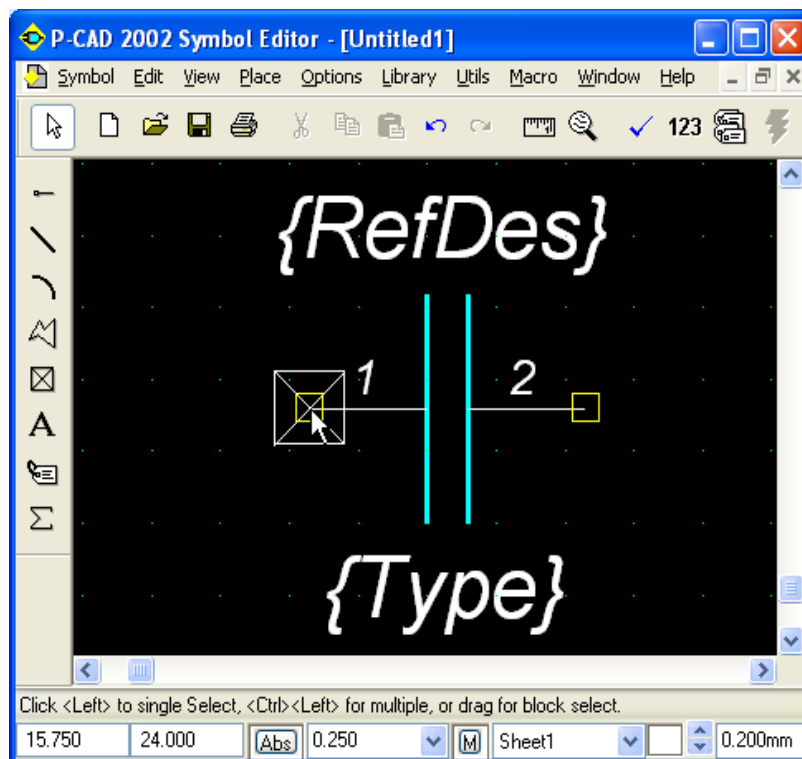

Рис. 4.57 - Окончательный вид УГО конденсатора
- Выполнить команду **Place Attribute** . В появившемся диалоговом окне в области **Attribute Category** выбрать **Component**, а в области **Name** — **RefDes**. Установить стиль текста **Arial3_5Italic**. Выравнивание **Justification** задать по центру горизонтали и низу вертикали. Нажать кнопку **OK**. Установить курсор над УГО в точку с координатами (20,75; 28,5) и щелкнуть **ЛК** (рис. 4.57).
- Окончательный результат представлен на рис. 4.57.